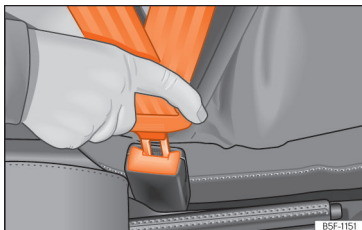

Abb. 10 Schloßzunge des Sicherheitsgurts in das Gurtschloß einstecken.
- Schloßzunge fest in das zum Sitzplatz gehörende Gurtschloß stecken »» **Abb. 10**.